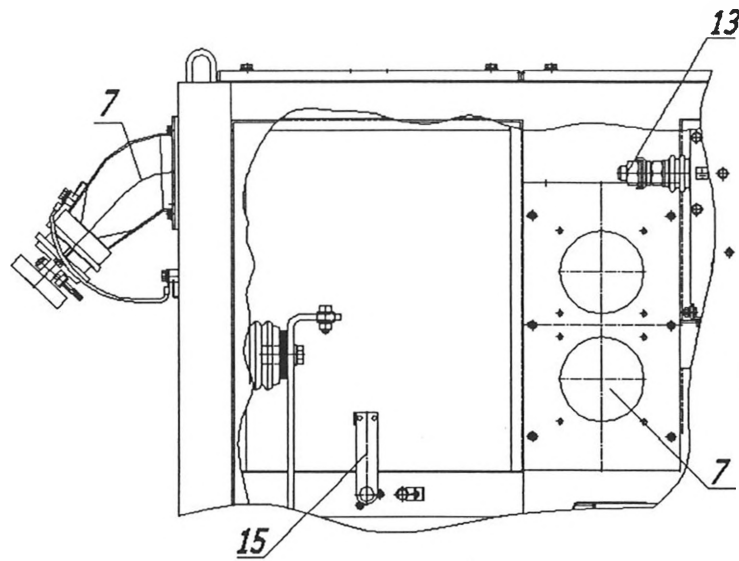

Рисунок 5. КРУРН-6-О2-О
4.3 Шкафы одиночных КРУ (рисунок 5, 6) отличаются от соответствующих шкафов для комплектации группового КРУ наличием дополнительных муфт кабельных 7 и отсутствием сборных шин 23 (рисунок 2), предназначенных для комплектации в групповое КРУ.